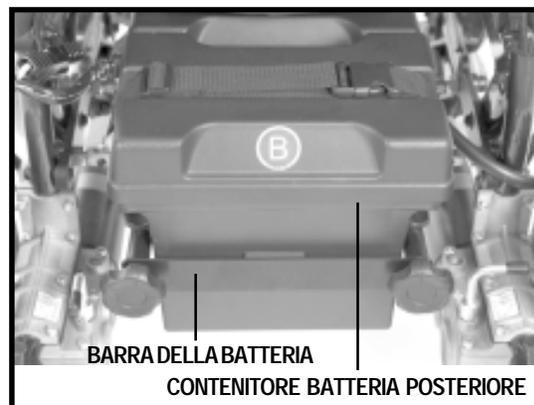

Figura 30. Contenitore batteria posteriore
5. Rimuovere la barra della batteria. Si veda figura 30.
6. Rimuovere il contenitore batteria posteriore. Si veda figura 30.